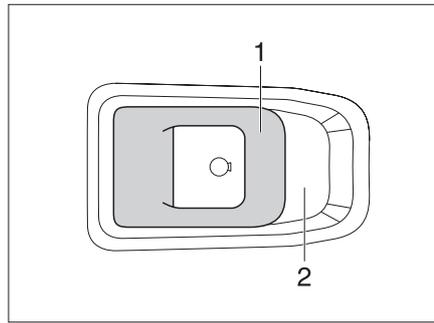

Fig. 46 Serratura della porta di ingresso, lato interno
**Apertura:** ■ Tirare la maniglia (Fig. 46,1).
**Bloccaggio:** ■ Spingere la maniglia (Fig. 46,1) nell'impugnatura (Fig. 46,2).